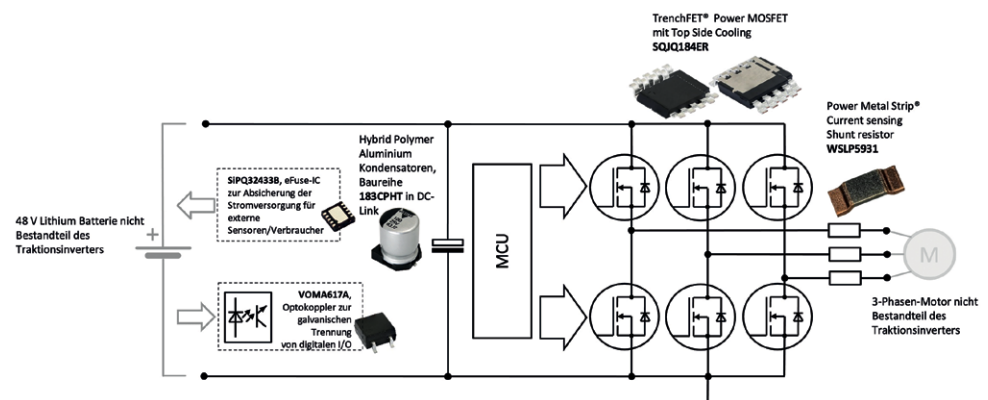

Bild 4: Referenzdesign des Traktionsinverters.
**48-V-Traktionsinverter (10 kW Dauer-/ 15 kW Spitzenleistung):** Der universelle Traktionsumrichter (Bild 4 und 5) ist für Dauerströme bis 350 A (bzw. 600 A für 60 s) ausgelegt. Dank CAN-Schnittstelle sowie analogen und digitalen I/Os lässt sich das System flexibel ansteuern. Die gesamte Elektronik befindet sich auf einer kompakten Platine mit State-of-the-Art-MOSFETs und einem Top-Side-Cooling-Konzept. Das heißt, die MOSFETs müssen nicht durch die Platine entwärmt werden, sondern können über ein TIM (Thermal Interface Material) direkt mit einer Wärmesenke, z. B. der Grundplatte, verbunden werden.